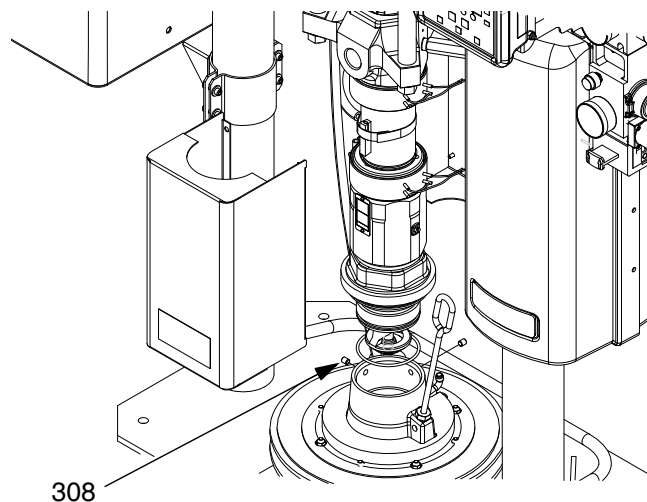

FIG. 42: montage van 20, 30, 60 liter
1. Plaats een O-ring op de pompinlaat. Zie FIG. 42.
3. Zet de pomp met schroeven (308) vast op de volgplaat.